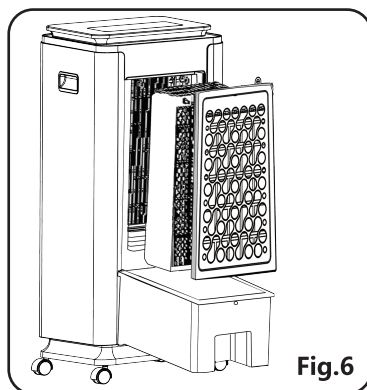

Fig.6
7. Limpe regularmente os suportes à prova de poeira e a almofada de água desparafusando os suportes à prova de poeira e removendo-os e o par de água. Eles devem ser limpos em uma solução suave e com sabão e depois secos antes de serem substituídos. (Fig.6)